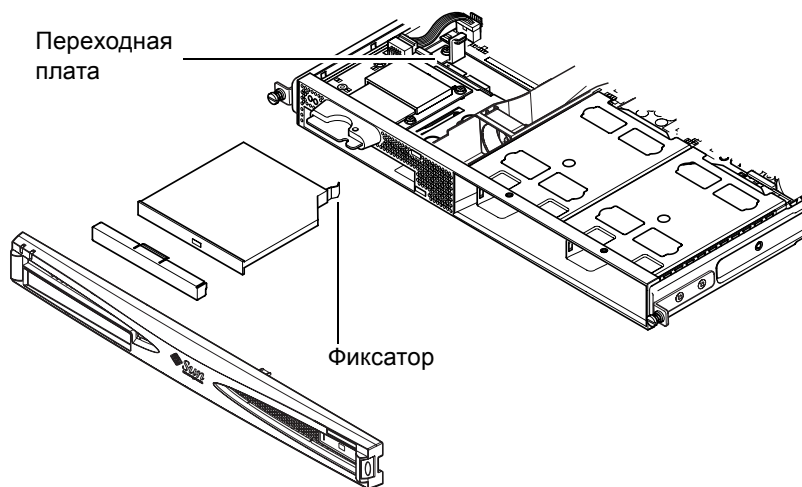

РИС. 4-5 Установка дисковода DVD или дисковода компакт-дисков
5. Осторожно вставьте дисковод в предназначенный для него отсек (см. РИС. 4-5).
Фиксатор в задней части дисковода должен защелкнуться в отсеке. Вставляя дисковод, следите за тем, чтобы разъем дисковода был выровнен с разъемом, расположенным на переходной плате с задней стороны отсека для дисковода (см. РИС. 4-5). Для правильной установки дисковода может потребоваться придерживать эту плату за черный разъем IDE.